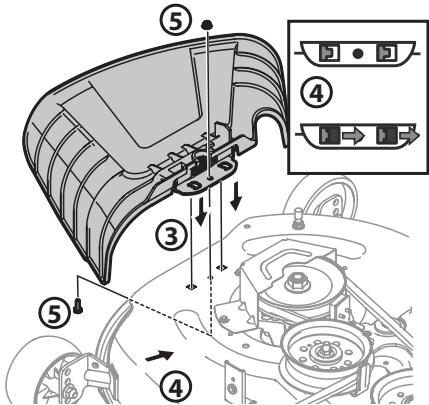

Figure 8
3. Placez le déflecteur d'éjection sur le plateau de coupe en insérant les pattes du déflecteur d'éjection dans les trous du plateau de coupe. Voir Figure 8.
4. Glissez le déflecteur d'éjection vers l'arrière de l'appareil jusqu'à ce que le trou du boulon sur le déflecteur d'éjection s'aligne avec le trou du plateau de coupe. Voir Figure 8.
5. Fixez le déflecteur d'éjection avec l'écrou autobloquant à bride et le boulon hexagonal retirés à l'étape 2. Serrez à un couple de 102-124 po-lb (12 à 14 N·m). Voir Figure 8. Passez à la sous-section Réglage des roues du plateau de coupe.